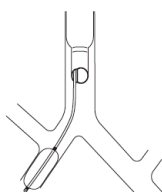

Fig.10
- Para un paciente con el lóbulo superior del pulmón derecho situado muy cerca de la bifurcación traqueal, el bloqueo de los lóbulos medio e inferior del pulmón derecho, en lugar de todo el pulmón derecho, se puede lograr colocando el bloqueador en el bronquio intermediado (Fig. 10).